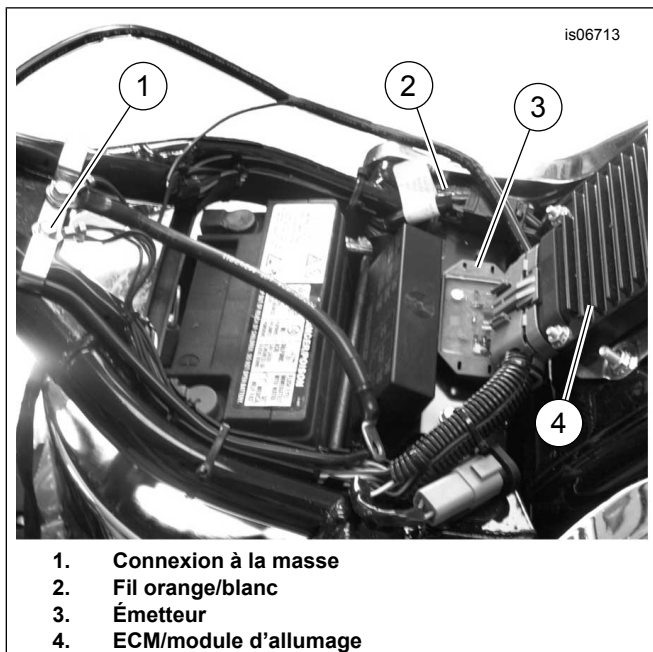

Figure 6. Montage de l'émetteur, modèles Deuce de 2000 et plus récents
3. Voir Figure 6. Monter l'émetteur sur la surface sous l'ECM/module d'allumage. Acheminer les fils de l'émetteur vers l'avant le long du côté droit du cadre. Passer à la section **Connexion du faisceau**.